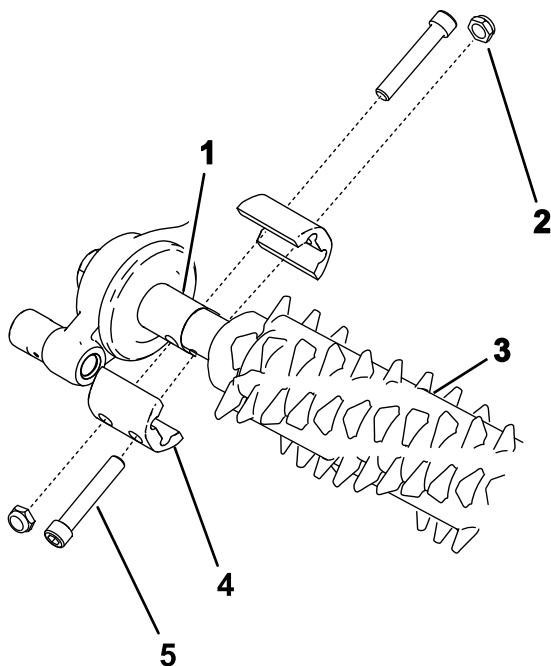

Figura 17
- Aliniați releul de finisare cu caseta de acionare a dispozitivului de finisare și ansamblul rolei de ghidare (Figura 17).
- Fixați dispozitivul de finisare pe utilaj în modul indicat în Figura 17 și apoi montați bolurile.